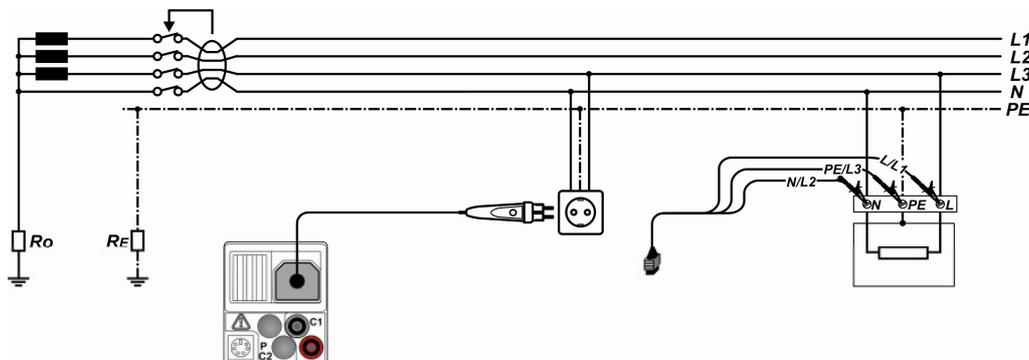

Abbildung 5.17: Anschluss des optionalen Commander-Prüfsteckers (044149) und der 3-Leiter-Prüfleitung
- Kontaktieren Sie die Prüfleitungen an das Prüfobjekt (siehe Abbildung 5.17).
<ul style="list-style-type: none"> <li>□ Wählen Sie mit dem Funktionswahlschalter die Schaltstellung FI/RCD.</li> <li>□ Stellen Sie die Unterfunktion auf AUTO.</li> <li>□ Stellen Sie die Prüfparameter ein.</li> <li>□ Kontaktieren Sie die Prüfleitungen an das Prüfobjekt (siehe Abbildung 5.17).</li> <li>□ Drücken Sie die Taste TEST, um die Messung zu starten.</li> </ul>	Start der Prüfung